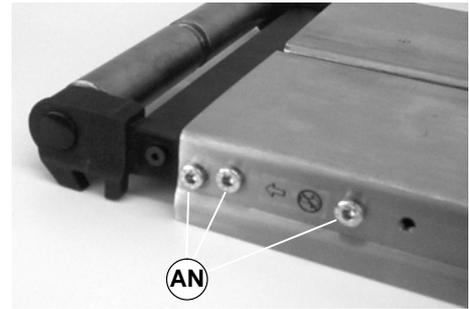

Abbildung 29
4. Drei (3) Schrauben (AN siehe Abbildung 29) auf der gegenüberliegenden Seite des Achszapfens entfernen.